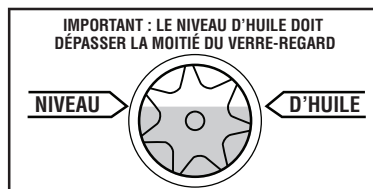

Figure 1
Étape 1 : ajoutez de l'huile lentement, jusqu'à ce qu'elle atteigne le haut de la ligne de niveau d'huile. (figure 1)
Étape 4 : fermez la vanne de vidange d'huile sur la pompe. Retirez le bouchon de remplissage d'huile et versez, jusqu'en haut de la ligne de niveau d'huile, de l'huile de pompe BLACK GOLD (figure 1). Remettez le bouchon de remplissage d'huile en place.